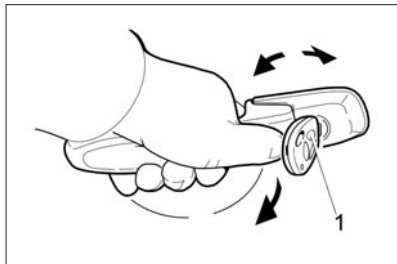
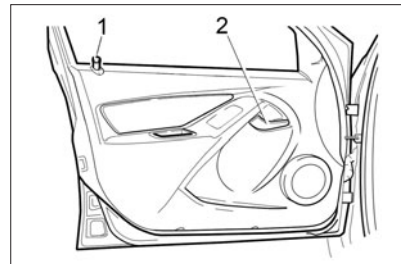

Рис. 3. Открывание двери
Рис. 4. Передняя левая дверь
– для блокировки замка на передних дверях утопить кнопку 1 (см. рис. 4 и 5) вручную или поворотом ключа снаружи авто-
Боковые двери открываются снаружи – за ручку в направлении стрелки (рис. 3), а изнутри – поворотом на себя внутренней рукоятки **2** (рис. 4 и 5). Если замок двери заблокирован, то ручка имеет холостой ход.